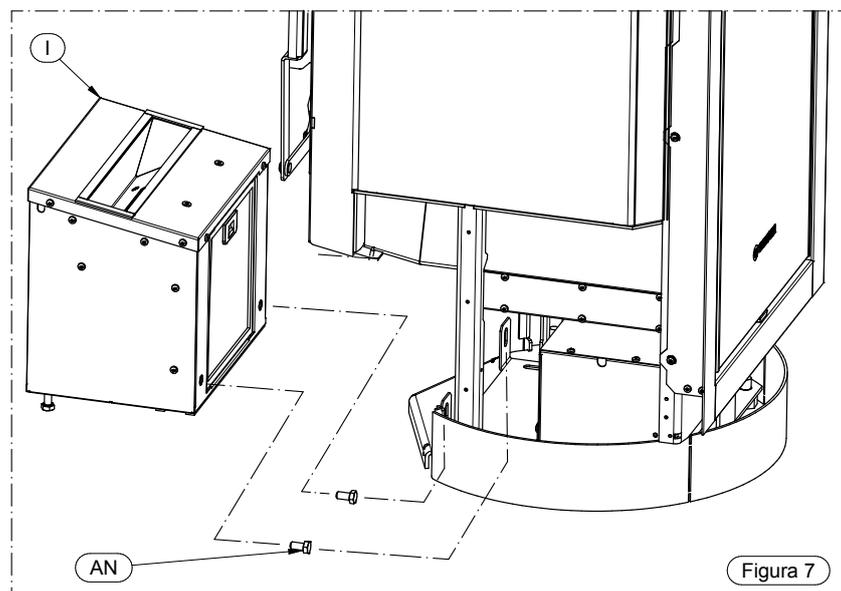

Figura 7
Poi procedere ad assemblare (Figura 7) l'elemento (I) al corpo stufa attraverso le viti in dotazione (AN).